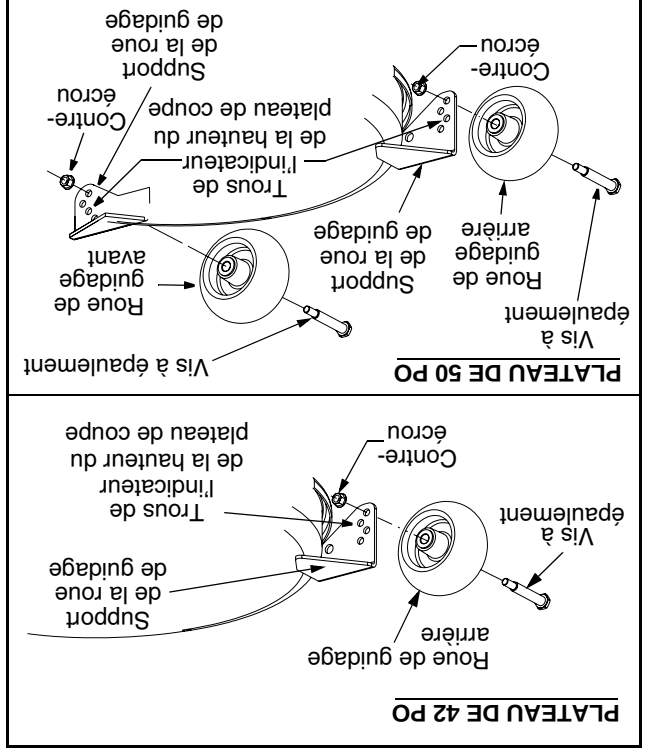

Figure 33
- Enlevez le contre-écrou qui maintient l'une des vis à épaulement sur le plateau de coupe. Démontez la roue de guidage et la vis à épaulement. Voir la Figure 33.